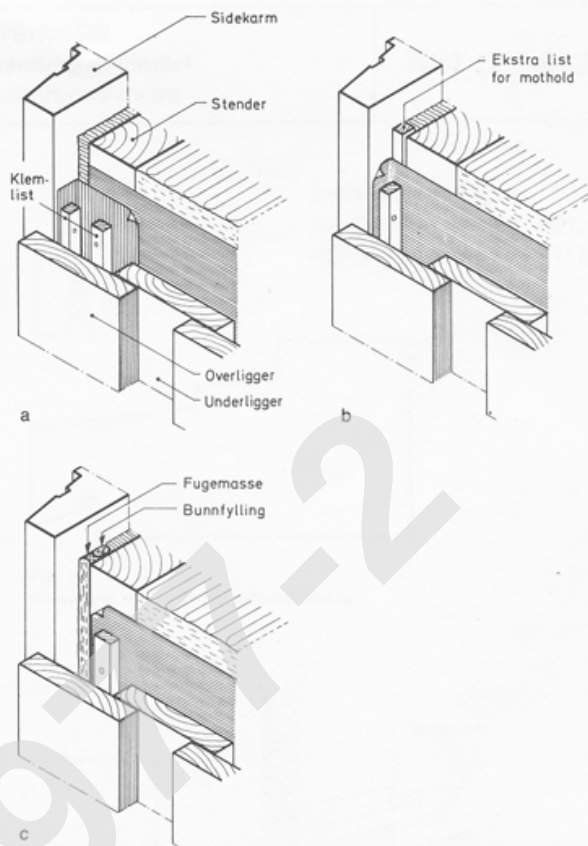

Fig. 221
- 221 Fugen mellom karm og bindingsverk kan tettes med bygningspapp eller fugemasse. Fig. 221 a, b og c. Profilerte klemmlister kan benyttes i spesielle tilfeller der toleransene er små, f.eks. ved prefabrikerte veggelementer. Det gjøres nå også forsøk med innsprøyting av polyuretanskum som tetting av fugen mellom karm og bindingsverk. Bygningspapp må klemmes mot sidene i karmen og overlappes med pappen i vegg. I vegger med vindtett underkledning av plater klemmes pappremsen mot eller under underkledningen. Ved bruk av fugemasse må det legges inn bunnfylling av f.eks. skumplast. Dersom det benyttes profilert klemmlist, er det viktig å påse at listen tetter godt i hele vinduets omkrets. Det kan være nødvendig å benytte lister med forskjellige tverrsnittsdimensjoner.